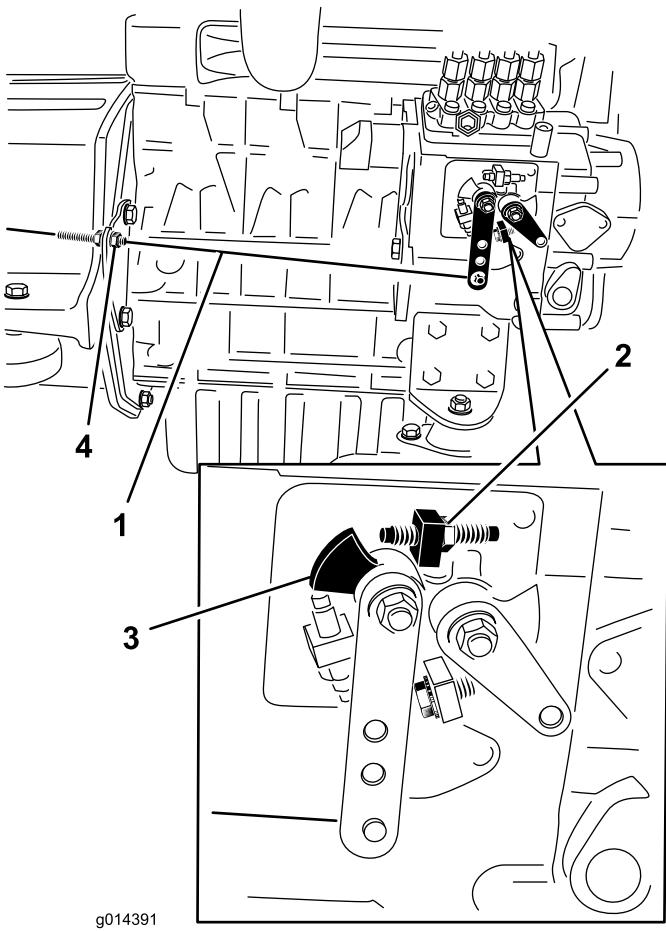

図 38
2. エンジンの燃料噴射ポンプについている速度コントロールレバーの位置を確認する。スロットルコントロール・レバーをFAST位置（ディテント位置）にセットした状態で、速度コントロール・レバーが高速ねじに接触していれば適正（図 38）。